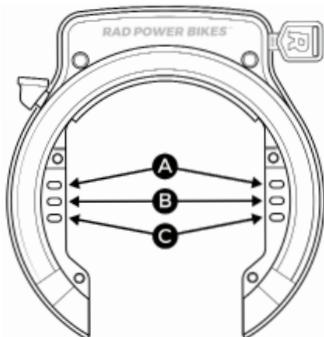

Abbildung 4: Sperrhalter
3. Bestimmen Sie, welche Sperrhalter zu verwenden sind. Der Rad Fat Tire Diebstahlschutz wird an einem von drei Paaren von Sperrhaltern an den Rahmenhalterungen befestigt. Siehe Abbildung 4, um zu bestimmen, welcher der Sperrhalter zu verwenden ist.